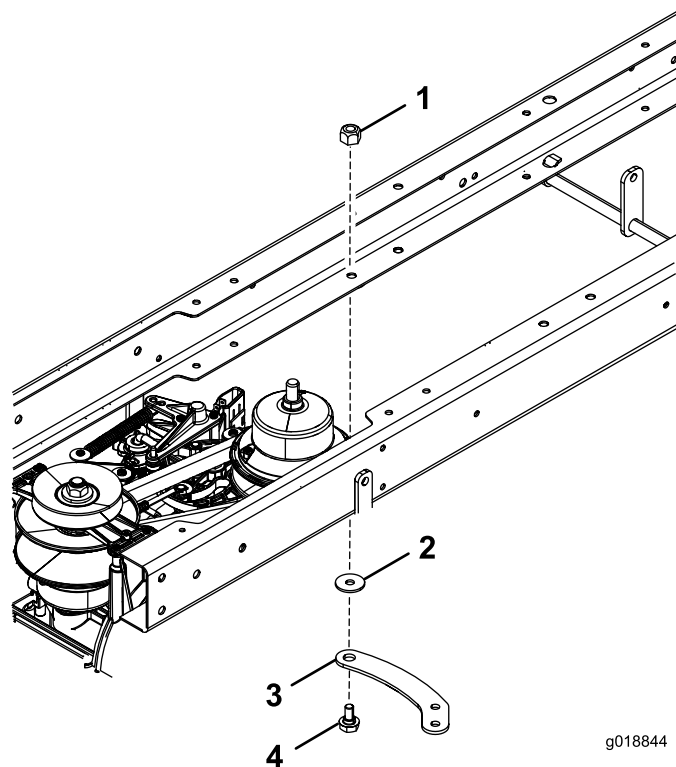

Figure 2
3. Montez le bras de liaison de support de traction au moyen du contre-écrou (5/16"), de la rondelle de pivot et du boulon à épaulement (Figure 2).